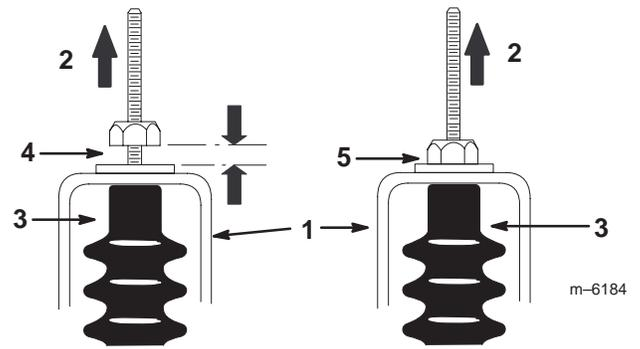

Figure 26
5. Tirez sur chaque câble pour vous assurer qu'il n'y a pas d'espace entre l'écrou/la rondelle et la patte de réglage du point mort (Fig. 26). S'il y a un espace, serrez l'écrou.